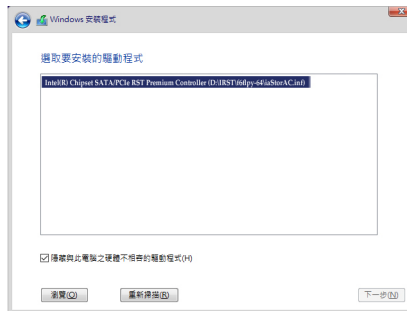

图1
当出现图1的画面后请选择「Intel(R) Chipset SATA/PCIe RST Premium Controller (D:\IRST\vf6lpy-x64)」驱动程序并按「下一步」载入所需的驱动程序。完成后，请继续操作系统的安装。